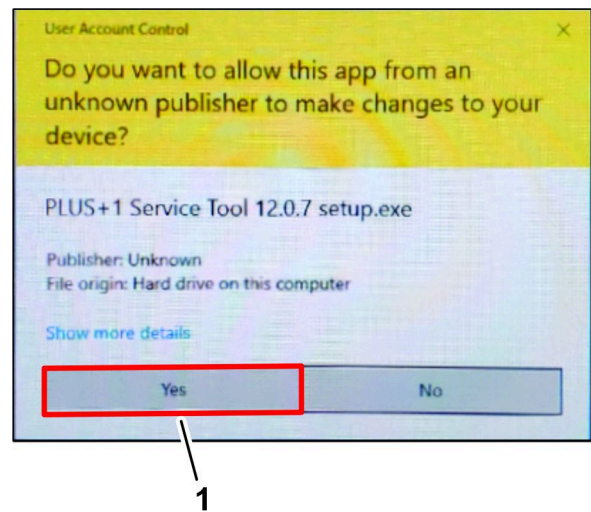

Bild 22
4. Wenn das Dialogfeld „User Account Control“ [Einstellung Benutzerkonto] angezeigt wird, klicken Sie auf die Schaltfläche JA (Bild 22).